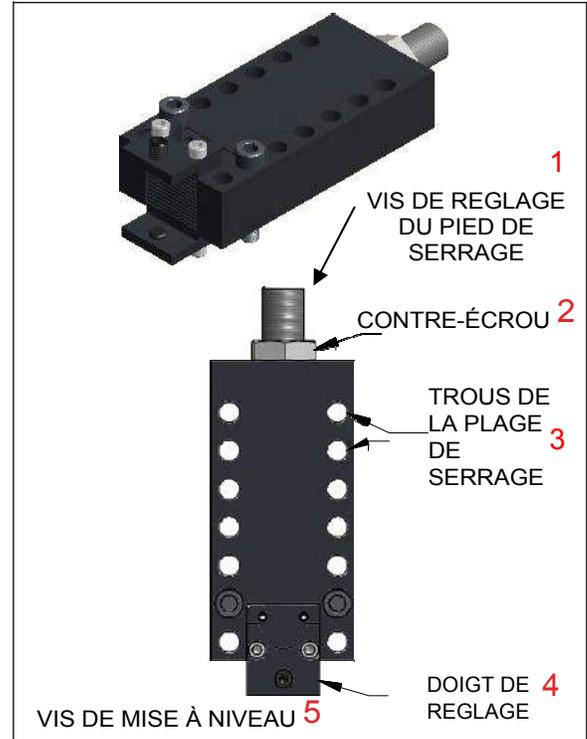

FIGURE 3-4. COMPOSANTS DES PIEDS DE SERRAGE DE LA FF1200
2. Si le diamètre de la pièce usinée est inférieur à 12,5 po (31,8 mm) attacher les pattes de fixation au pied de serrage comme indiqué à la Figure 3-4.